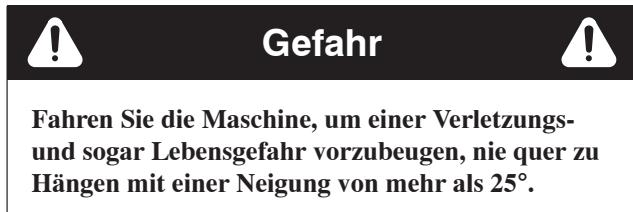

**Bild 6**
7. Schieben Sie (nur beim Standardsitz) den Sitz ganz nach vorne, ziehen den Draht so nach rechts, dass der überflüssige Anschluss wie in Bild 6 positioniert ist und befestigen Sie den Sitzschalterdraht dann mit einer Kabelbinde im letzten Loch der Sitzbefestigung (Kabelbinde zählt zum Lieferumfang des Sitzbausatzes).